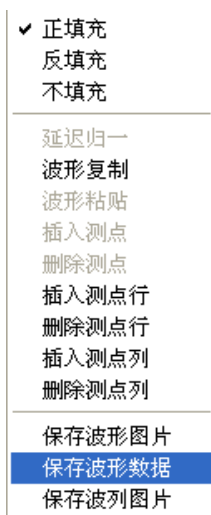

图 10.19 波列操作菜单
B. 波列操作：在波列窗口中，当单击鼠标右键时，可以弹出图 10.19 所示菜单。